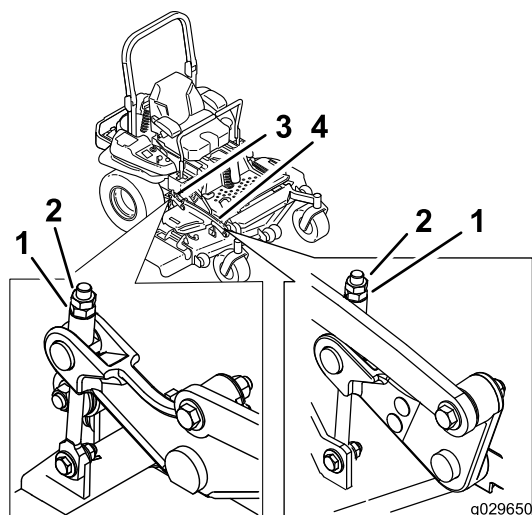

Figure 96
vis de réglage en la tournant jusqu'à obtention d'une hauteur de 7,6 cm (3 po) (Figure 96).
16. Ajustez précisément la vis de réglage en la tournant jusqu'à obtention d'une hauteur de 8,3 mm (3,25 po) (Figure 96).